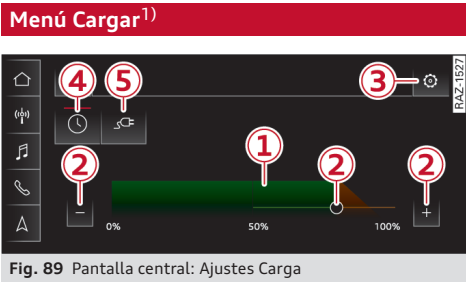

Fig. 89 Pantalla central: Ajustes Carga
- Hoyee en caso necesario hasta la indicación ⇒ *fig. 89*.
- ① Indicación de la carga meta actual o bien del nivel de carga de la batería
- ② Ajustar la carga meta
- ③ Acceder a más ajustes
- ④ Conectar/desconectar el modo de carga con temporizador
- ⑤ Cancelar la carga